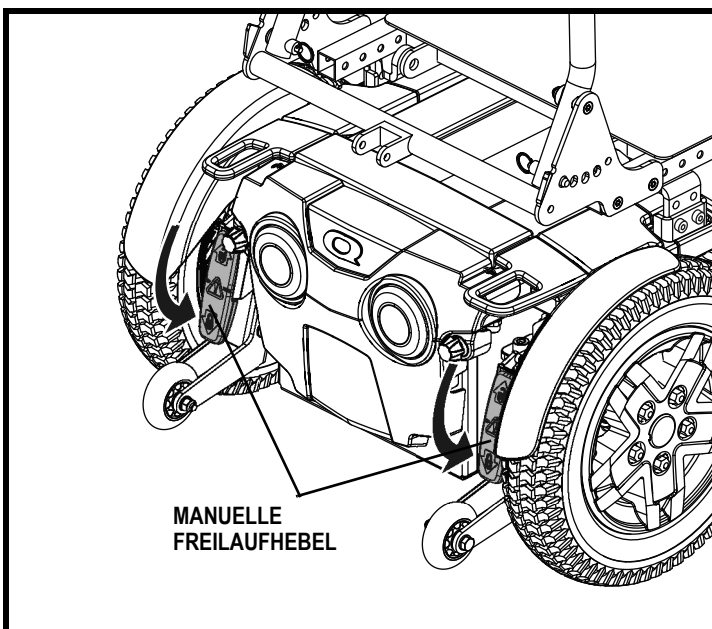

Abb. 9. Antriebsmodus (Antrieb aktiviert)
2. Drücken Sie die beiden Hebel nach unten, um die Antriebsmotoren einzukuppeln (Fahrmodus). **Siehe Abb. 9.**